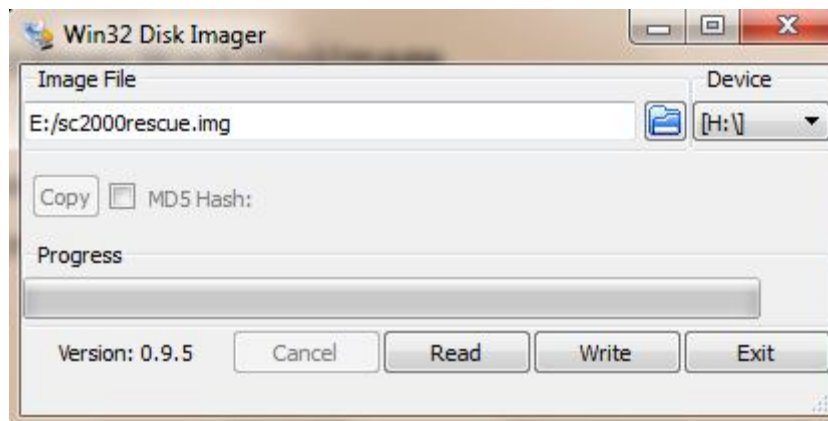

Рис. 64. Окно программы Win32DiskImage.
2.3 Запустите Win32DiskImage (Рис. 64).